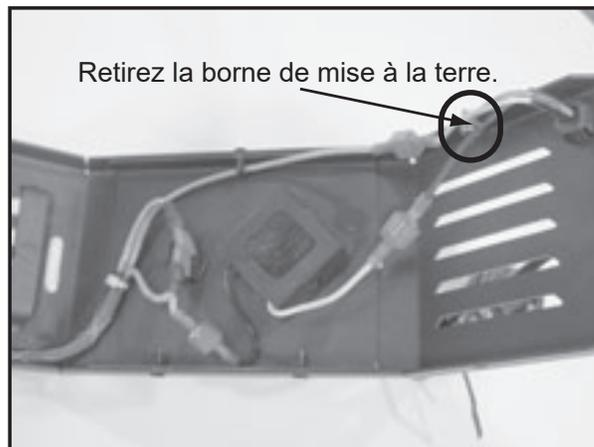

Figure 19.1
2. Glissez le joint sur la buse et fixez-la à l'adaptateur de dévoiement en utilisant les vis à tête plate 8-32 (**Figure 19.1 à la page 19**).
2. Retirez le fil de terre mâle du boîtier à l'aide d'une clé et d'un tournevis à tête cruciforme de 11/32 pouces (**Figure 19.1**).